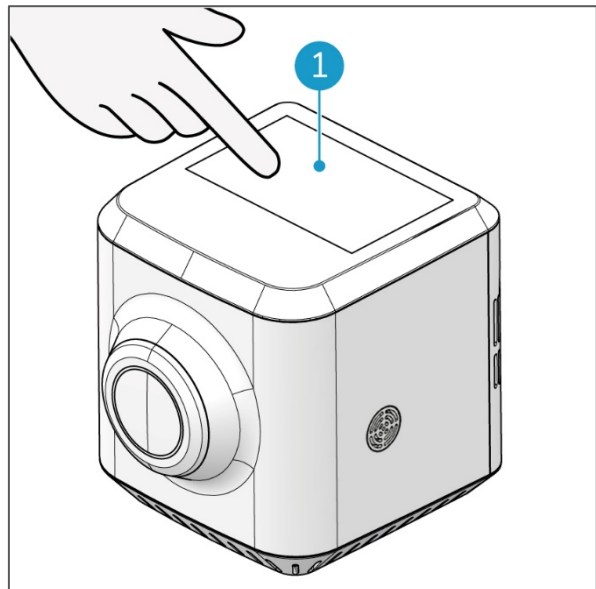

Figura 9
1. Toque no ecrã tátil na parte superior do i-sense (Figura 9, pos. 1) com o dedo.